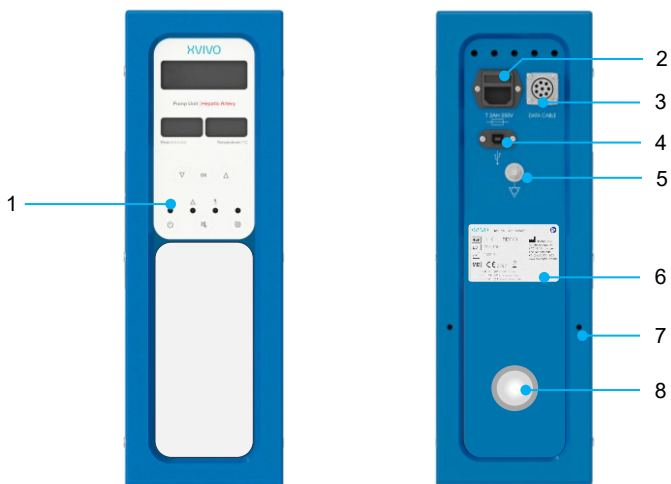

Figura 2 Vista anteriore e posteriore delle unità pompa
Il sistema Liver Assist è costituito da due unità pompa separate (vedere la Figura 2 e la Figura 3). Un'unità pompa è utilizzata per la perfusione della vena porta (PV), mentre l'altra unità pompa è utilizzata per la perfusione dell'arteria epatica (HA). La pompa della vena porta (vedere la Figura 1, unità a destra) opera in modalità continua, con una pressione variabile tra 0 e 16 mmHg a seconda dell'impostazione scelta. La pompa dell'arteria epatica (vedere la Figura 1, unità a sinistra) opera invece in modalità pulsatile a 60 BPM, per imitare il flusso sanguigno fisiologico, con una pressione variabile tra 0 e 90 mmHg a seconda dell'impostazione scelta.